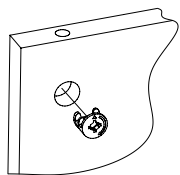
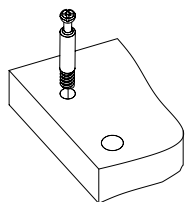

Рис.1
Рис.2
1. Подготовьте детали к сборке. Вкрутите шпильки минификсов в детали 1, 2, 3, 4, 5, деталь 2 от ИЗ-530 (Рис. 1). Затем вставьте головки минификсов в детали 2, 3, 4, 5, 6, 8, 9, 10, 11 (Рис. 2).